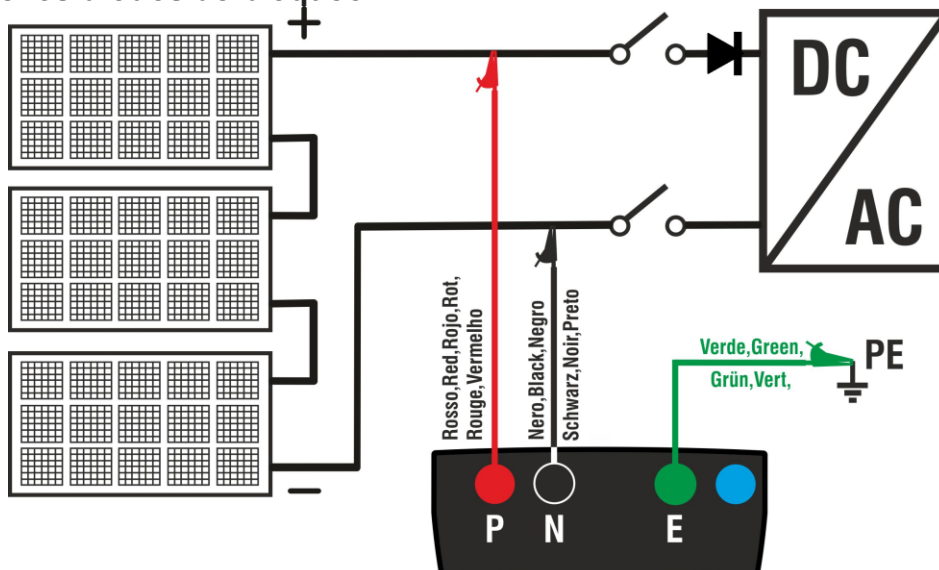

Fig. 8: Conexión instrumento para medida de aislamiento en modo GF
8. Conecte el instrumento al string FV en prueba como se muestra en Fig. 8. **Recuerde que los descargadores conectados a los cables del string / strings también deben estar desconectados y que es recomendable realizar la medición aguas arriba de los diodos de bloqueo**
2. Conecte el instrumento al string FV en prueba como se muestra en Fig. 8